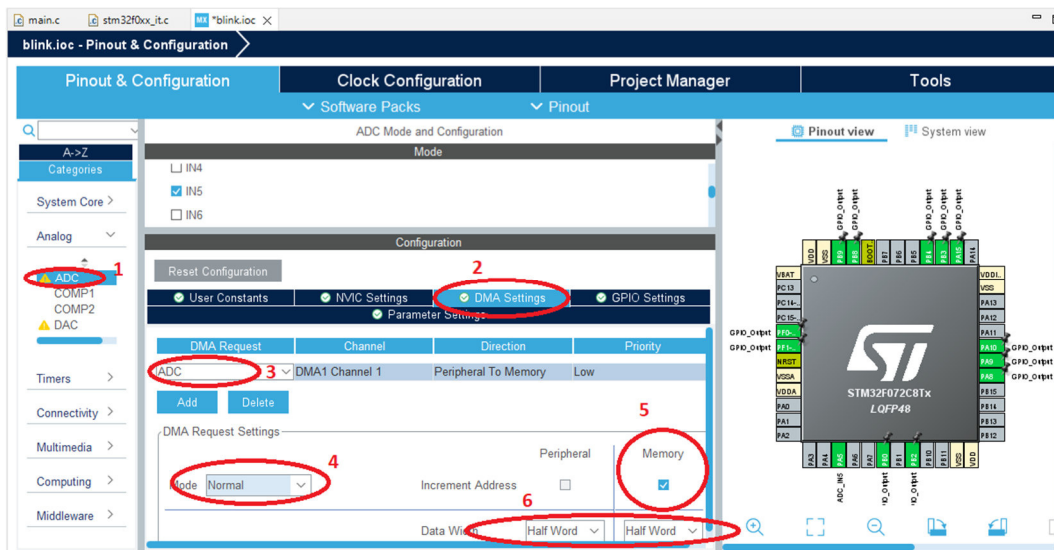

Рис. 3.7. Налаштування модуля АЦП для передачі результатів через DMA
1. Відкрити проект з попередньої лабораторної роботи. В STM32CubeIDE відкрити іос-файл і доналаштувати АЦП для використання DMA в нормальному режимі (рис. 3.7). Для цього обрати в лівій частині групу Analog, вибрати ADC, перейти на вкладку «DMA Settings», натиснути кнопку «Add», в списку обрати ініціатора DMA-запиту «ADC», залишити напрямок «з периферії в пам'ять», задати нормальний режим DMA, інкремент адреси пам'яті (результат АЦП зчитується з регістра результату, що має сталу адресу, а записується в масив у пам'яті, кожен наступний елемент в якому має більшу адресу), розмір даних – півслова (16 біт).